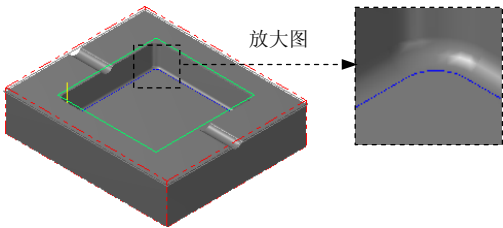

图 11.39 刀具路径
(1) 设置曲面加工参数。在“曲面精加工交线清角”对话框中单击 **曲面参数** 选项卡，在 **加工面** 文本框中输入值 0.0，**曲面参数** 选项卡中的其他参数设置保持系统默认设置。
(2) 设置交线清角精加工参数。在“曲面精加工交线清角”对话框中单击 **交线清角精加工参数** 选项卡，取消选中 ☐ **设定深度 (D)** 复选框。单击  按钮，同时在图形区生成图 11.39 所示的刀具路径。